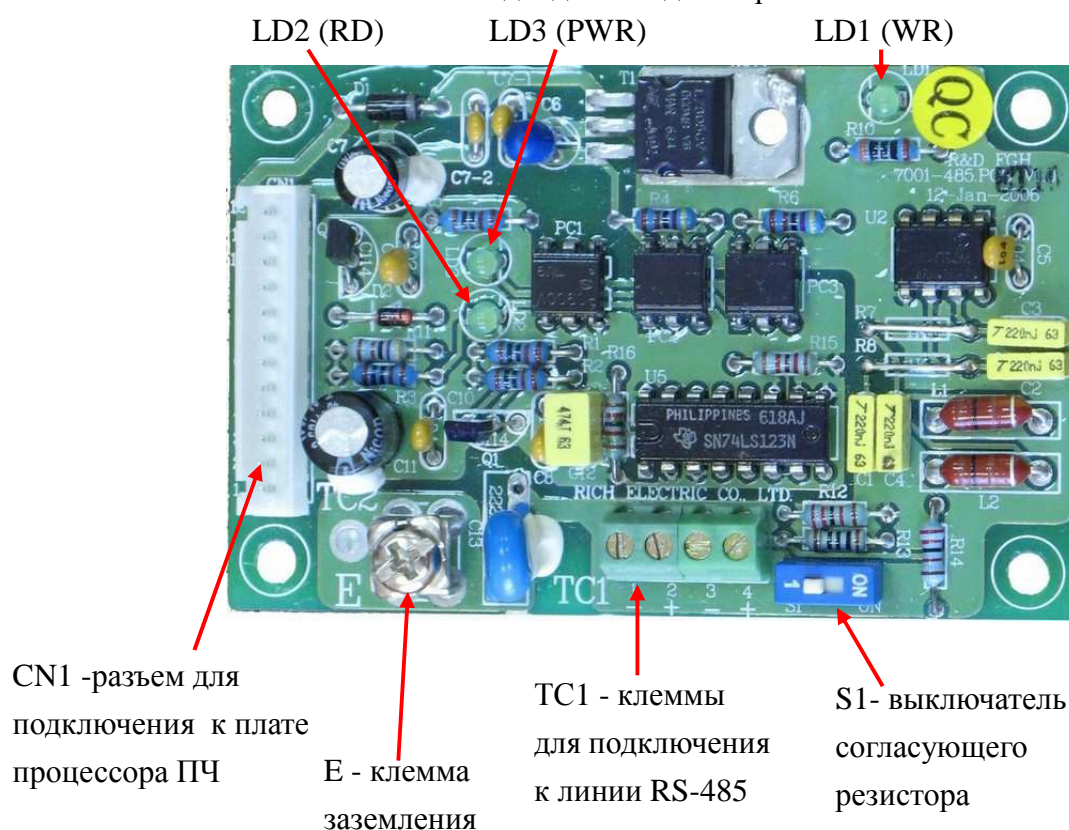

Рис.1. Модуль PCB-RS485A-1
4.1. Внешний вид модуля приведен на рис.1.
| Позиц. обозначение | Обозначение на рис.1 | Цвет | Состояние |